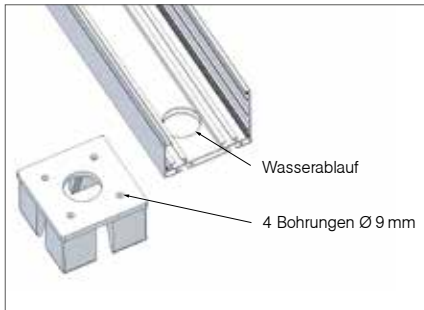
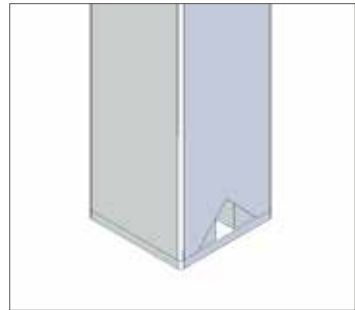

Abb. 9: Wasserablauf Regenrinne
Abb. 10: Wasserablauf Stütze
An Markierungen der Stützprofil-Endkappen 4 Löcher \varnothing 9 mm bohren (Abb. 9):
- » Bei Bestellung ohne Wasserausschnitt schneiden Sie ins untere Ende des Stützprofils den Wasserausschnitt. Abhängig von der Wasserablaufbohrung in der Dachrinne (Abb. 9) kann der Wasserausschnitt (Abb. 10) an der linken oder rechten Stütze platziert werden.